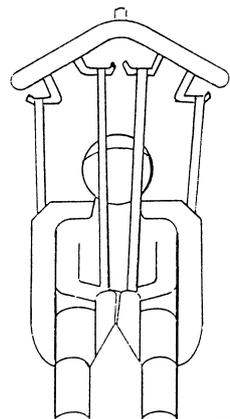

Abb. 3
- Die Gurte des Rückenteils werden nun in die äußeren Haken des Drehbügels eingehängt (**Abb. 3**).